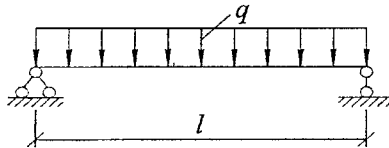

Рисунок 5.1 – Розрахункова схема прокатної двотаврової балки
1. Накреслити схему, яка наведена на рис. 5.1, і виконати обчислення згідно з прикладом, наведеним нижче.